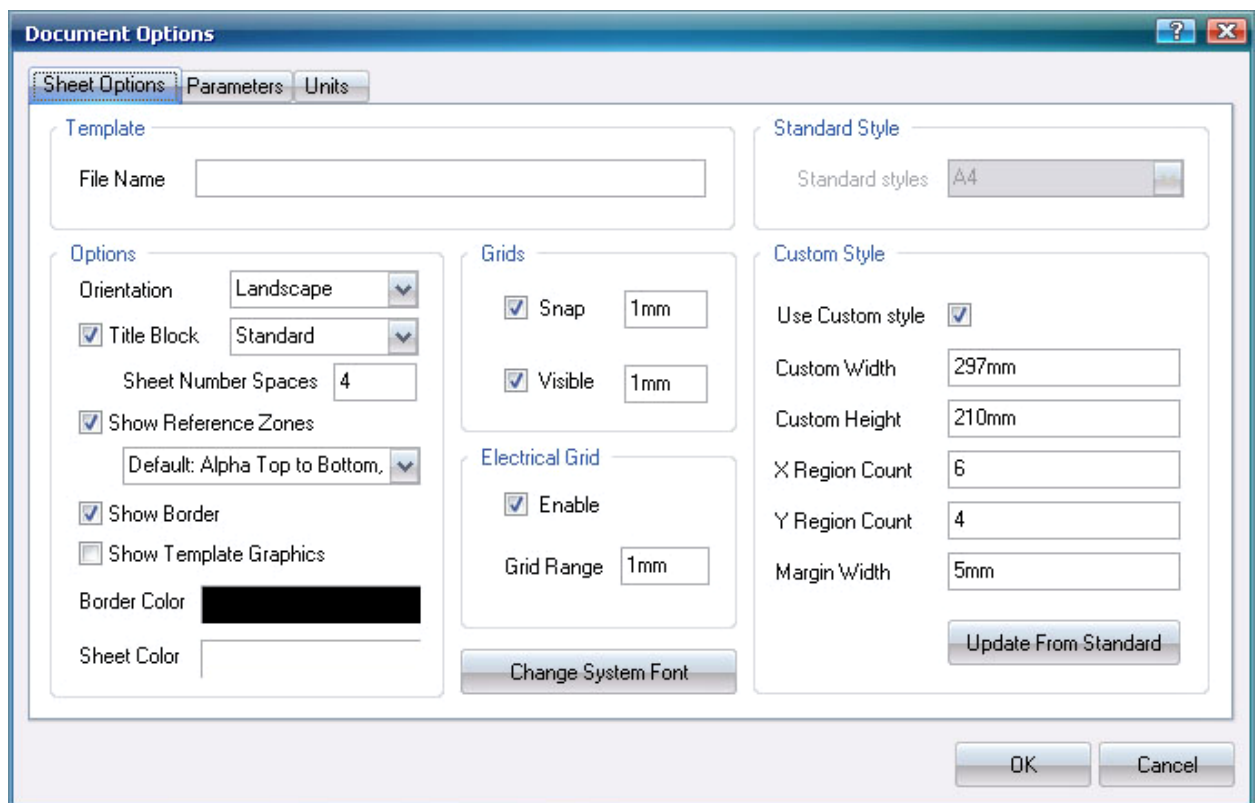

Рисунок 4.
3) На закладці *Sheet Options* (Параметри листа) встановити у розділі *Costom Style* (Поточний стиль) відмітку для параметра *Use Costom Style* (Використовувати поточний стиль) та задати розміри *Costom Wdth* – 297mm, *Costom Height* – 210mm, та *Margin Wdth* – 5mm (рис. 4).
В першу чергу необхідно розмістити на листі схеми усі необхідні елементи. Загальне компонування схеми представлено на рис. 4. Розміщення елементів розпочати з елементів *P1*, *P2*. Вони знаходяться у бібліотеці *Miscellaneous Connectors.SchLib* під назвою *Plug*.
При встановленні конденсаторів, транзисторів і діода раніше встановлені елементи мають бути пересунуті для розташування всіх елементів аналогічно розташуванню на рис. 4
З'єднання компонентів – це процес створення зв'язків між різними компонентами схеми. Прокладіть електричні з'єднання між елементами схеми у відповідності до ескізу схеми (рис. 4), виконуючи наступні кроки: